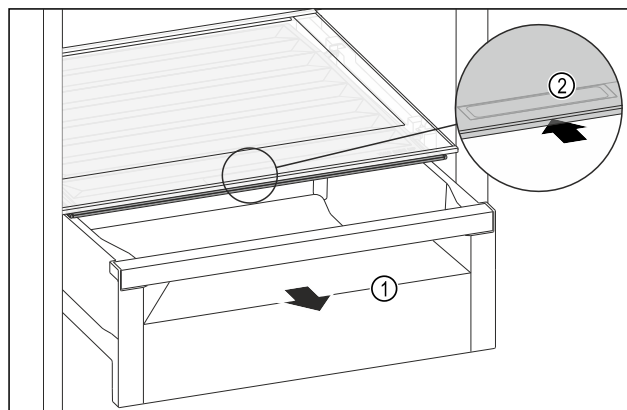

Fig. 201
- ▶ Izvucite ladicu Fig. 201 (1).
- ▶ Primite ručku Fig. 201 (2) na poklopcu pretinca i istodobno povucite poklopac pretinca prema natrag.